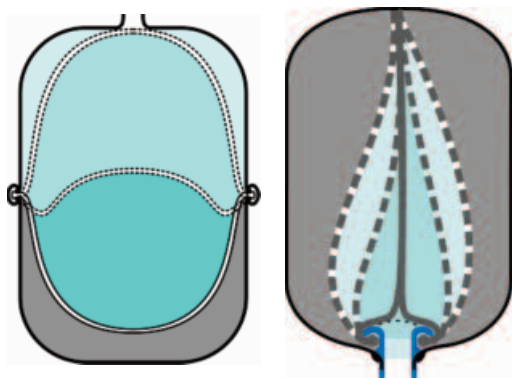
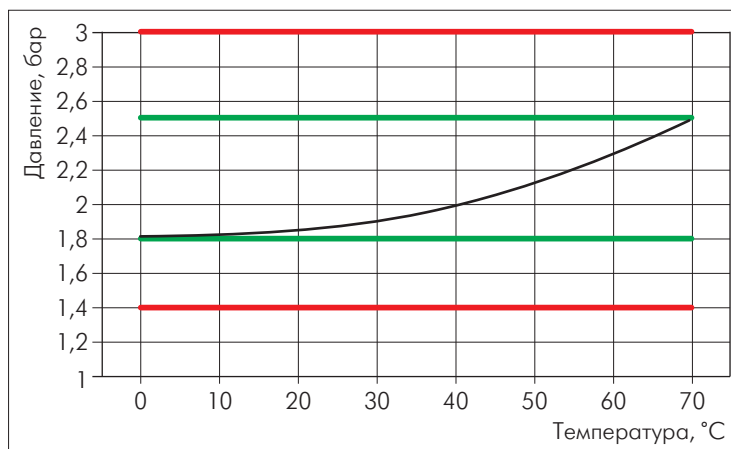

Рис. 2. Конструкции расширительных баков (бак диафрагменного типа – слева, камерная конструкция – справа)
Рис. 3. Интервал давлений, поддерживаемый баком в зависимости от температуры в системе (пример)
**Закрытые расширительные баки.** В баках закрытого типа жидкость при расширении попадает в закрытый металлический бак, объем которого разделен мембраной или эластичной камерой на две части (рис. 2). Одна часть предназначена для жидкости, которая может свободно входить из системы в бак и обратно через патрубок, вторая часть бака изолирована и заполнена газом под избыточным давлением. Таким образом, жидкость постоянно находится под давлением воздушной подушки и эластичной мембраны. С помощью этого простого механизма компенсируется изменение объема жидкости и поддерживается давление в некотором интервале значений. Отметим, что давление в системе при этом не постоянно, оно растет при увеличении и падает с уменьшением температуры, а интервал давлений может быть достаточно широким (рис. 3). Мембрана блокирует испарение жидкости и препятствует попаданию газов в жидкость. Важным свойством расширительных баков является также демпфирование гидравлических ударов в системе.
Большая часть применяющихся в настоящее время баков небольшого и среднего объема имеет так называемую диафрагменную конструкцию (рис. 2, слева), при которой бак разделен мембраной как перепонкой на две части. В баках камерного типа (рис. 2, справа) используется эластичная камера. Жидкость при расширении попадает внутрь камеры и не соприкасается с металлическими стенками бака. Как правило, более дешевые баки диафрагменного типа существенно уступают бакам камерного типа в долговечности, надежности и стабильности характеристик.